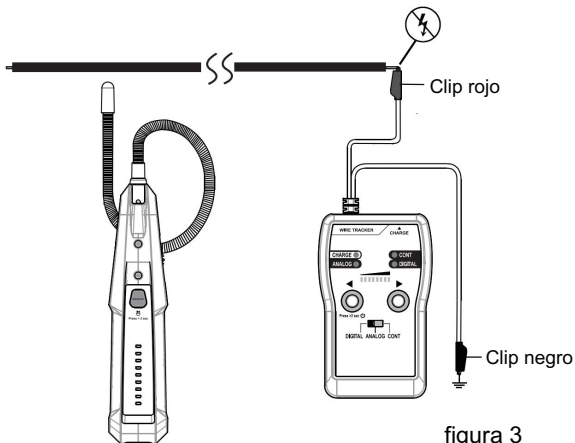

figura 3
1. Como se muestra en la Figura 3, conecte la pinza de cocodrilo roja del transmisor al cable que se va a rastrear y la pinza de cocodrilo negra al suelo (por ejemplo, usando el accesorio de clavo de conexión a tierra).